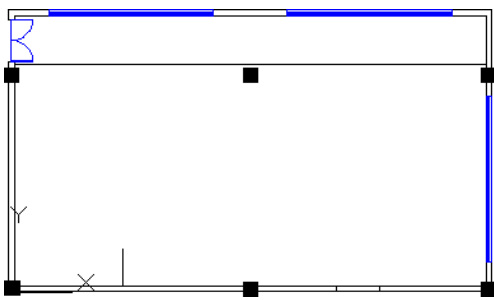

图 17.12.32 绘制直线 1
(2) 切换图层。在“图层”工具栏中选择“室内台阶”图层。
(3) 选择下拉菜单 **绘图(D)** → **直线(L)** 命令，输入坐标值 (4000,200) 后按 Enter 键，输入坐标值 (@1300<90) 后按两次 Enter 键，完成后如图 17.12.32 所示。